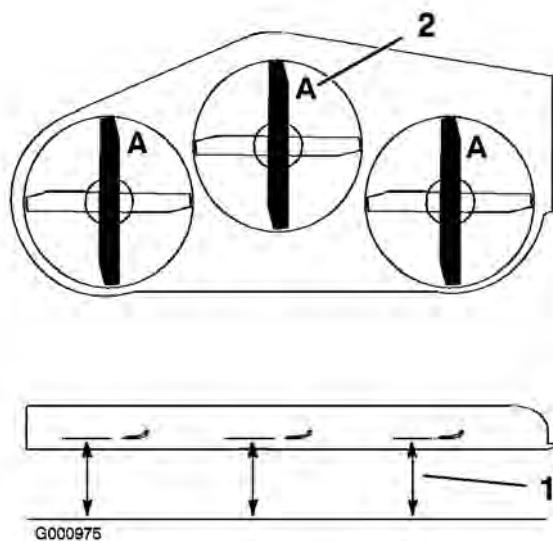

Figure 79
3. Placez la machine sur une surface plane, tournez une lame dans le sens longitudinal. Mesurez au point A et entre la surface plane et le bord coupant des pointes des lames (Figure 79)